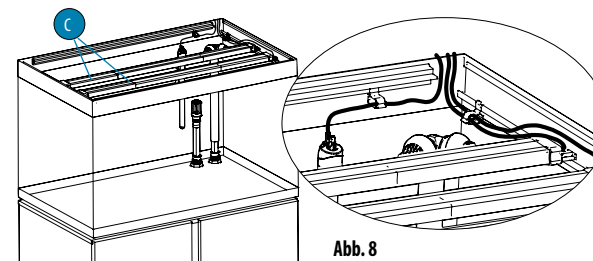

Abb. 8
1. Setzen Sie die LED-Balken (C) vorsichtig auf die Schienen auf dem oberen Rahmen an die finale Position.
2. Führen Sie die Kabel der LED-Balken aus dem Becken heraus (Abb. 8).